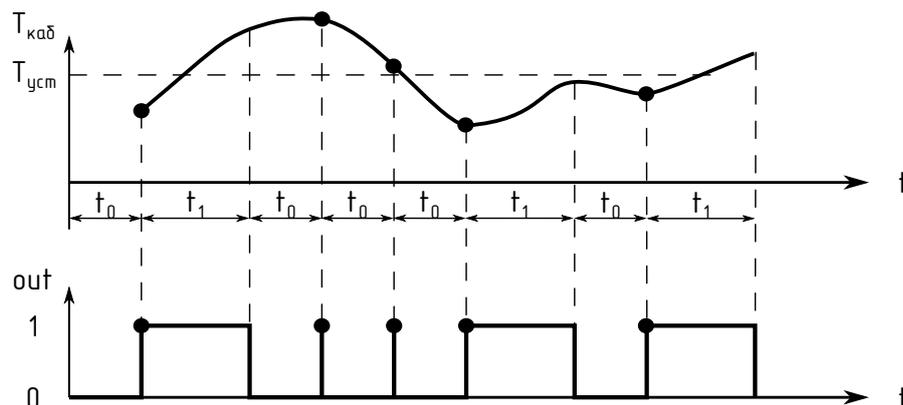

Рисунок 1.5 – Режим работы «По току саморегулирующегося кабеля»
- «По току саморегулирующегося кабеля» («Cable Current»). Периодическое включение линии в зависимости от тока через саморегулирующийся греющий кабель (см. рис. 1.5). В выключенном состоянии линии с определенным интервалом (T_0) производится измерение мгновенного тока путем подачи кратковременных импульсов напряжения в нагрузку. Из полученного значения косвенно вычисляется температура кабеля путем интерполяции значений тока и температуры, полученных при настройке данного режима. Это значение температуры сравнивается с уставкой температуры и принимается решение о необходимости включения линии на заданное время (T_1).